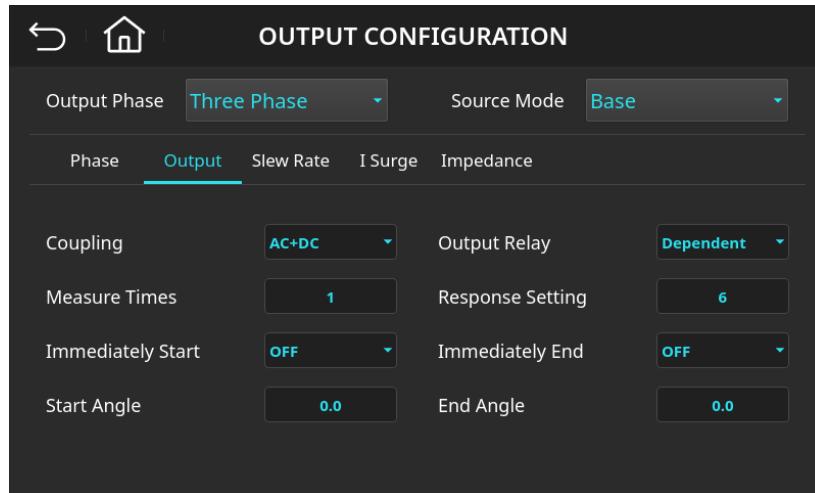

图 4-39 输出配置(Output)页面(Response Setting 设定为 6)
3. 输入 [6] 后按下  键，数值变更成“6”，如图 4-39 所示。